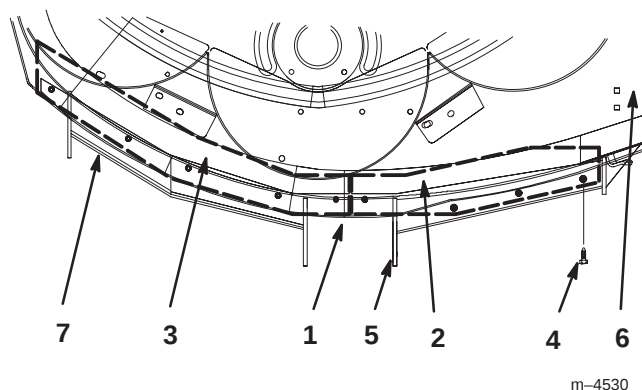

Figura 15
8. Collocate i deflettori come riportato nella figura 15.